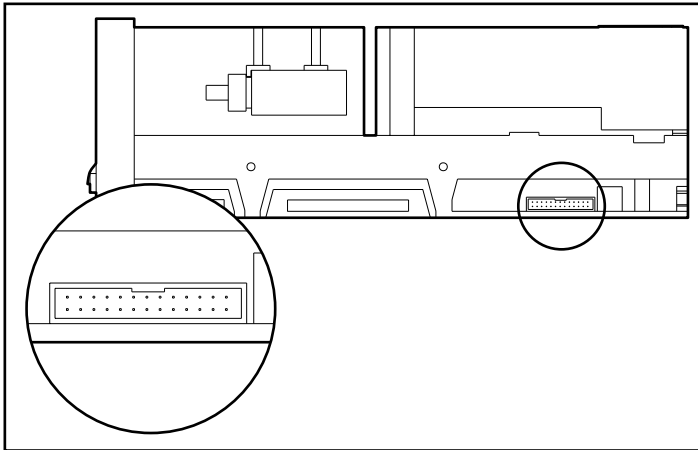

図2-4: SCSI IDジャンパの位置
2. 図2-4に示すように、SCSI IDジャンパの位置を確認します。ラジオペンチを使用してジャンパをセットし、希望のSCSI IDを設定します。